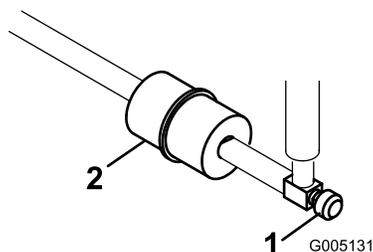

図 30
インラインタイプの燃料フィルタが、燃料タンクとキャブレタの間に設置してあります 図 30。
1. 燃料バルブを閉じる 図 30。
2. フィルタの下に回収容器を置き、フィルタのキャブレタ側のホースクランプをゆるめて燃料ラインからフィルタを外す(図 30)。
3. もう一方のホースクランプをゆるめてフィルタを取り出す 図 30。